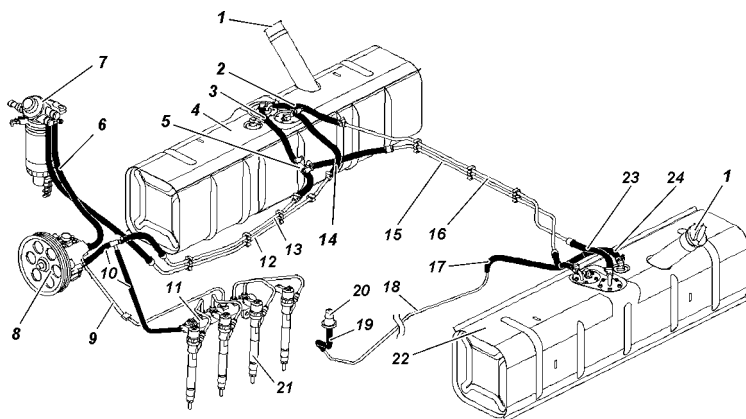

Рис. 9.18 Схема системы питания двигателя топливом
**Топливные баки 4, 22 (рис. 9.18).** Обслуживание топливных баков заключается в периодической промывке фильтра приемной трубки указателя уровня топлива (левый и правый бак) и промывке самих баков.